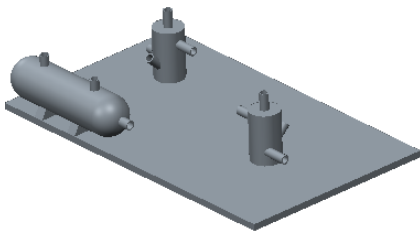

图 16.2.2 装配模型
Step1. 设置工作目录至 D:\creo1\ch16\ch16.02\ex, 打开文件 piping_model.asm, 如图 16.2.2 所示。